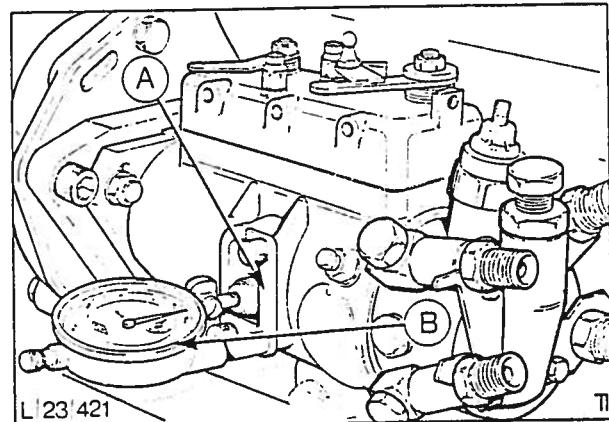

Fig. 46 Innsprøytningspumpe med innstillingssverktøy montert.
- (d) Monter innsprøytningspumpens innstillingssverktøy på pumpen (verktøy nr. 21-089) som vist i fig. 46.